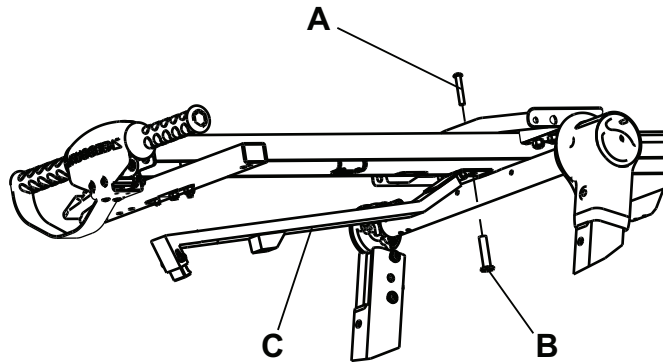

Figura 6 – Braço do gancho
- a. Utilizando uma chave estrela T27H e uma chave M16, remova o parafuso de cabeça redonda (A) e a porca com rebordo (B) (Figura 6). Guarde o parafuso e a porca.
- b. Aplicar o **Loctite® 242 azul** ao parafuso de cabeça redonda (A) ou à porca com rebordo (B).
- c. Instale o conjunto do braço do gancho fornecido (C) (610000010016) com o parafuso e a porca removidos no passo 5a (Figura 6).